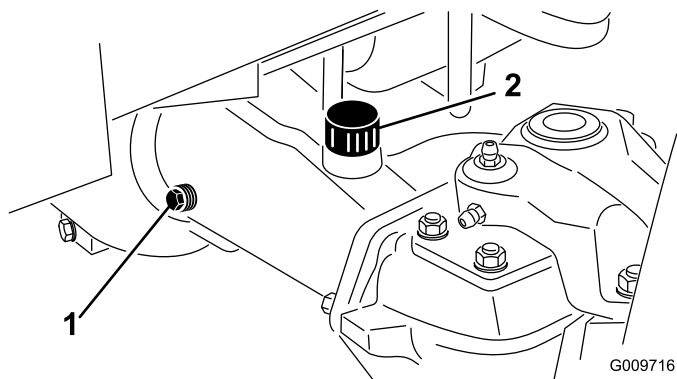

Figura 44
2. Retire un tapón de verificación de un extremo del eje (Figura 44) y asegúrese de que el lubricante llega al borde inferior del orificio.
Nota: Si el nivel es bajo, retire el tapón de llenado (Figura 44) y añada suficiente lubricante para que el nivel llegue al borde inferior de los orificios de los tapones de verificación.